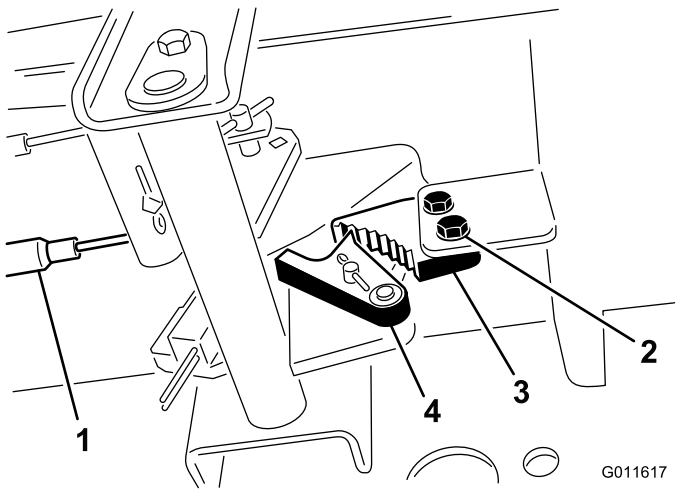

图 70
1. 松开将驻车刹车闸固定到机架的 2 个螺钉图 70。
2. 向前踩驻车刹车踏板直到刹车卡槽完全接合刹车闸 图 70。